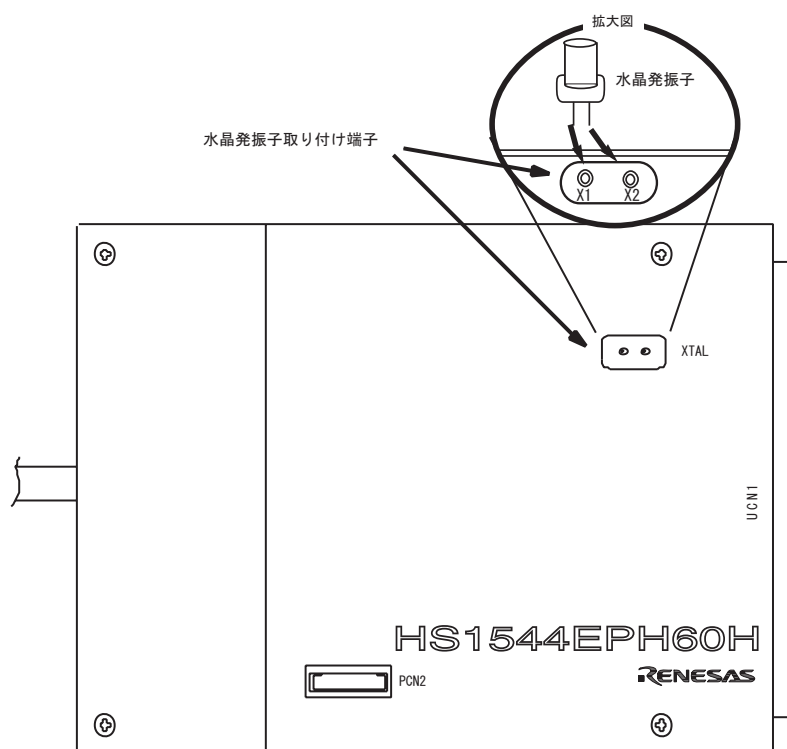

図2-3 水晶発振子の実装方法
2. E6000H先端部にある水晶発振子取り付け端子に水晶発振子を実装してください。(図2-3参照)水晶発振子の端子が筐体に触れないように注意してください。